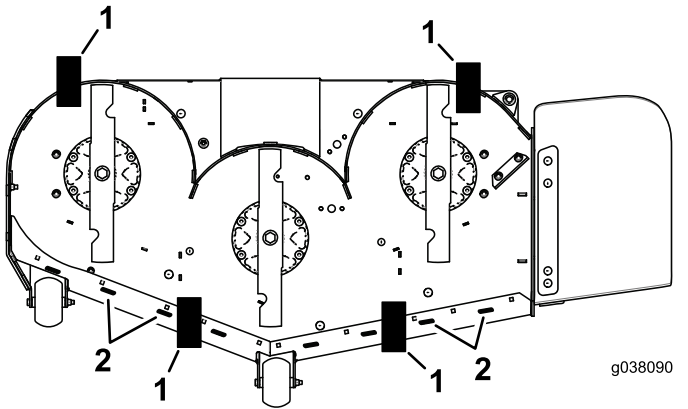

Figure 85
- Placez 2 cales (voir le tableau ci-dessous) sous le bord arrière de la jupe du plateau de coupe de chaque côté du plateau de coupe (Figure 85).